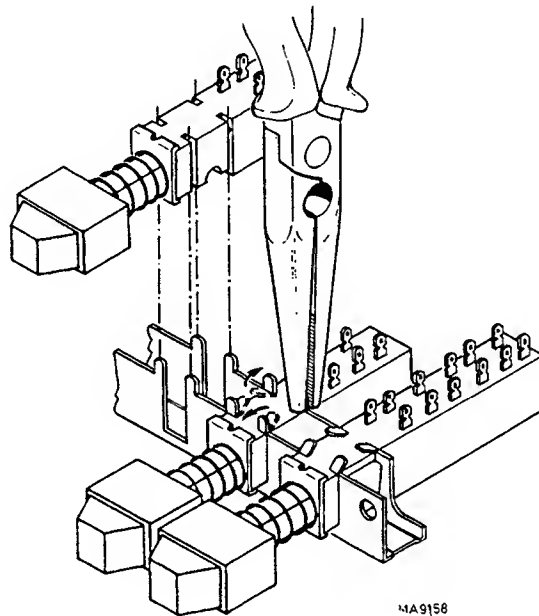

Abb. 2.11. Ersatz eines Drucktastenschalters.
- die 4 Befestigungsfahnen des entsprechenden Schalters wie in Abb. 2.11. gezeigt, geradebiegen.